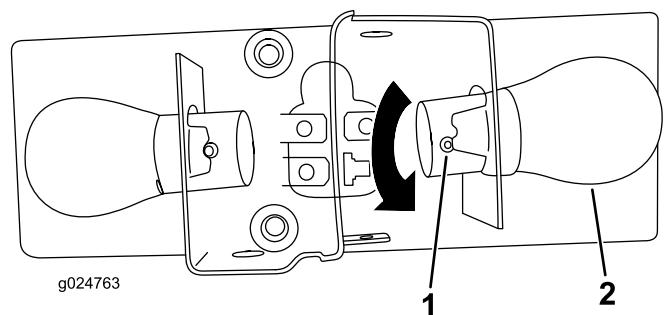

Figure 75
4. Appuyez sur l'ergot de l'ampoule, tournez l'ampoule vers la gauche et enlevez-la (Figure 75).
6. Tournez l'ampoule neuve vers la droite jusqu'à ce que l'ergot s'aligne sur la fente dans la douille (Figure 75).